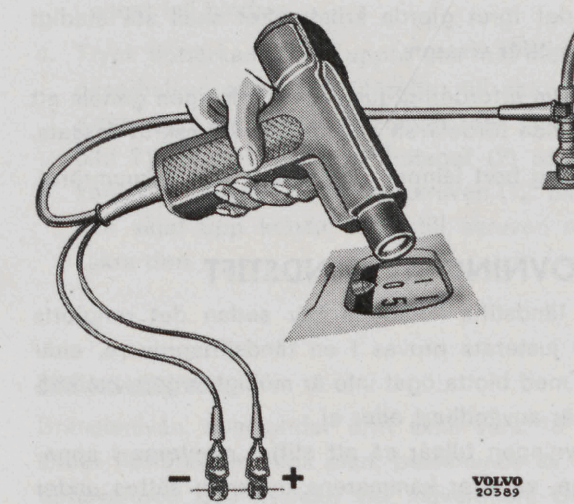

Bild 66. Kontroll av tändinställning.
3. Koppla lampan, bild 66, med högspänningskabeln till ettans tändstift och de andra kabellarna till batteriet.